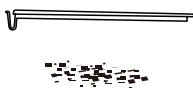

Abbildung 10
- 2) Reinigen Sie den Staubbehälter: Schütten Sie den Staub weg, siehe Abbildung 10.